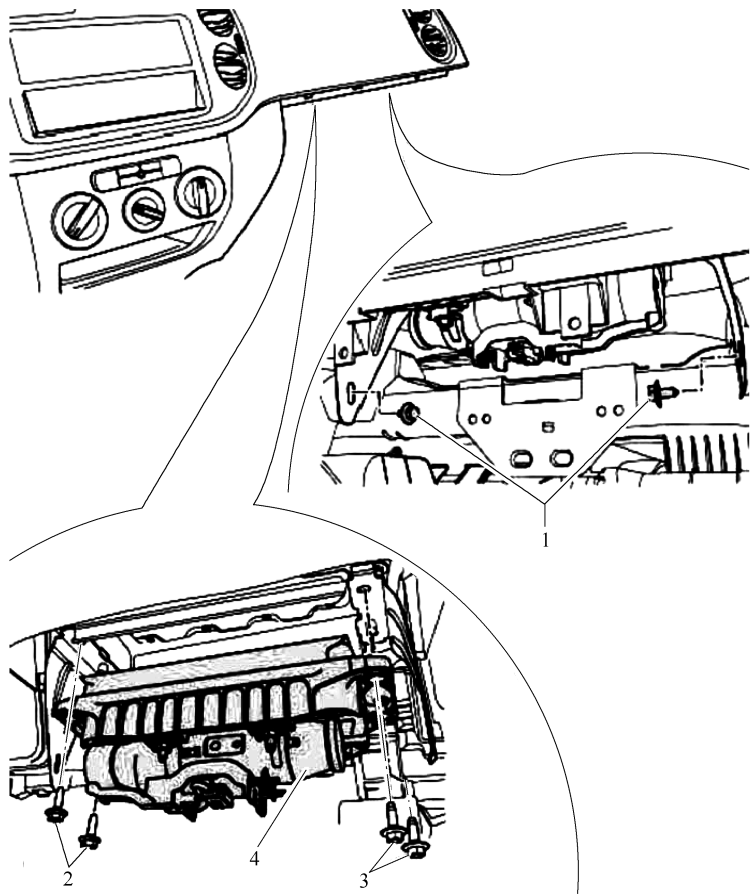

图 12-13 前排乘客侧安全气囊
- ① 断开车辆蓄电池连接。
- ② 拆卸右侧仪表板盖板。
- ③ 拆卸手套箱照明灯以及手套箱。
- ④ 断开前排乘客安全气囊的线束。
- ⑤ 旋出 2 个螺栓 1(拧紧力矩为 $9\text{N} \cdot \text{m}$)。
- ⑥ 拧下两侧各两个螺栓 2 和 3(拧紧力矩为 $9\text{N} \cdot \text{m}$)。
- ⑦ 从支架上拆下前排乘客安全气囊 4, 如图 12-13 所示。
(8) 匹配部件